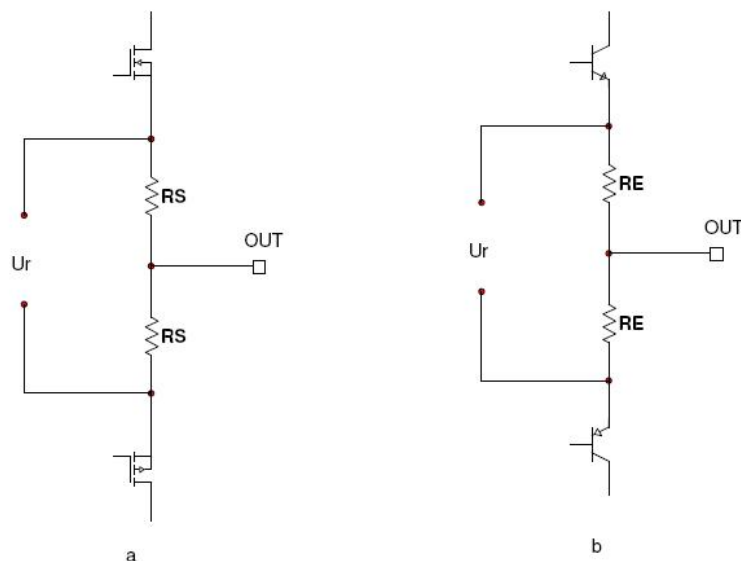

Fig.1
-dacă etajul final este construit cu MOSFET (fig1.a) semireglabilul se reglează astfel încât curentul de repaus prin finali (I_r) să fie între 40mA-80mA. Acesta se calculează citind tensiunea de repaus (U_r) de pe cei doi rezistori după formula: